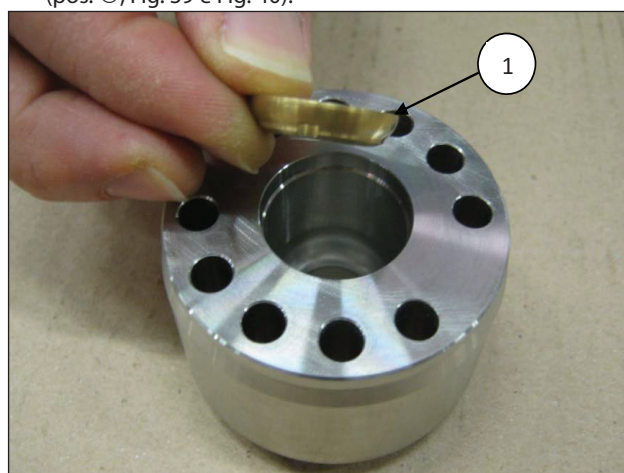
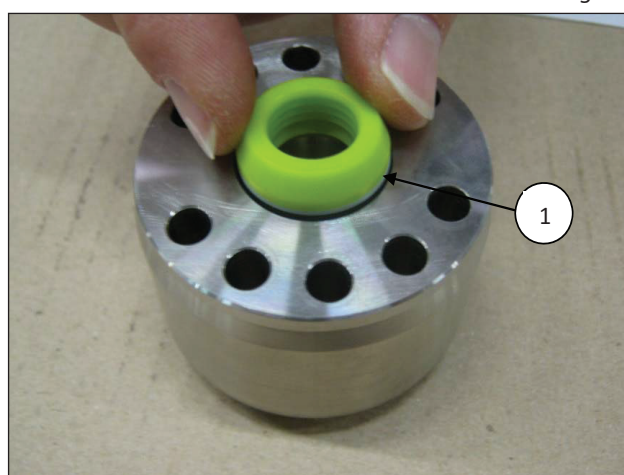
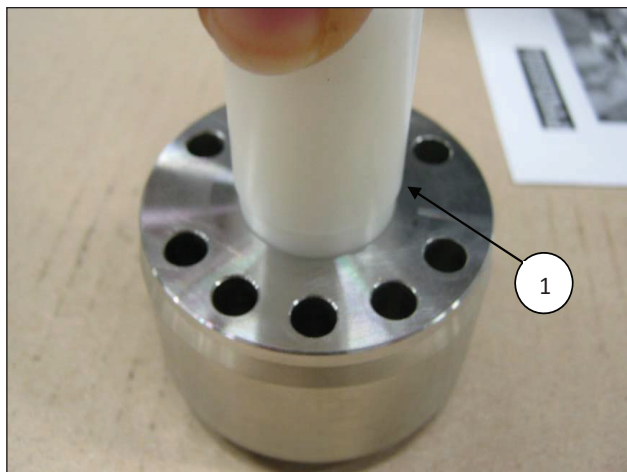

Fig. 38
Fig. 39
Fig. 40
- Introdurre nel supporto guarnizioni H.P. l'anello di testa (pos. ①, Fig. 38) e a seguire il pacco H.P. (alta pressione); data la leggera interferenza tra la tenuta e il supporto guarnizioni H.P., per evitare eventuali danneggiamenti si consiglia l'utilizzo di un tampone in materiale plastico (pos. ①, Fig. 39 e Fig. 40).
La tenuta H.P. deve essere introdotta nel supporto come indicato in Fig. 39 e Fig. 41.